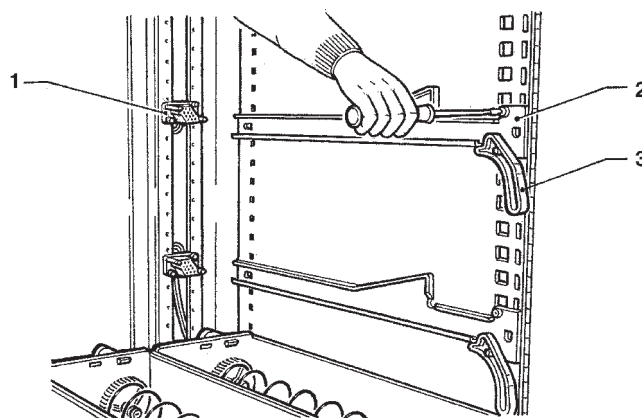

Fig. 18
- Spostare le guide (vedi fig. 18) poste sui supporti laterali tranne le prime in basso che rimangono nella stessa posizione.